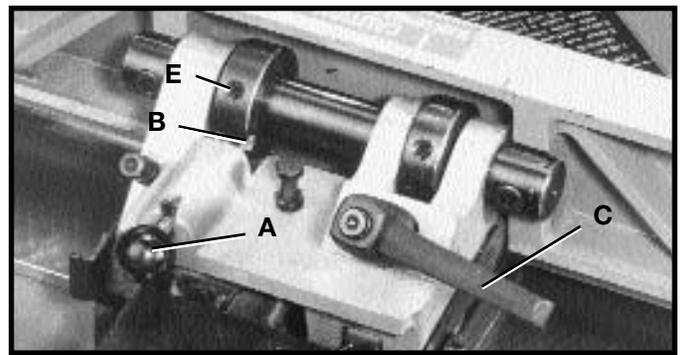

Fig. 50
1. Coloque la guía a 90 grados de la mesa. Asegúrese que el extremo del émbolo (A) Fig. 50 esté engranado en la muesca (B) dentro del anillo de división como se ilustra aquí, y apriete la palanca de cierre (C).
3. Si resulta necesario realizar un ajuste, afloje el tornillo de fijación (E) Fig. 50 en el anillo de división y afloje la agarradera de cierre de la guía (C).
4. Usando el borde de 90 grados del cuadrado, incline la guía hasta que esté seguro que la guía se encuentra a 90 grados de la mesa y apriete tanto la agarradera de cierre (C) Fig. 50 como el tornillo de fijación (E).